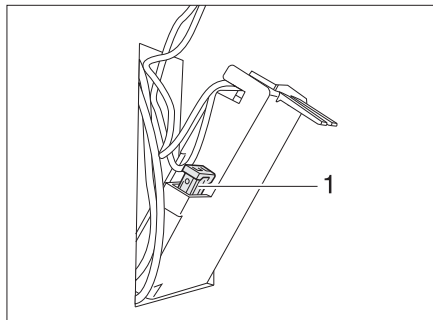

Fig. 289 Fusibile della toilette Thetford
- Sostituire il fusibile (Fig. 289,1).